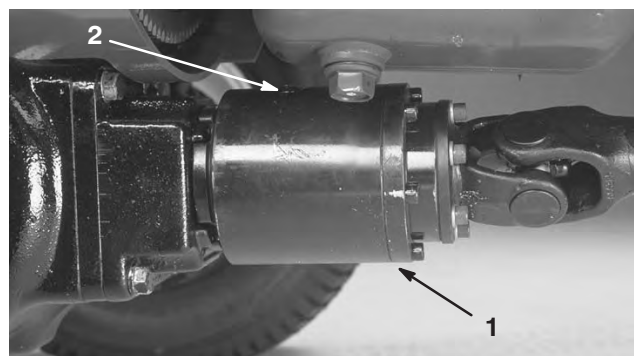

Figure 28
2. Tournez l'embrayage (Fig. 28) de façon à positionner le bouchon de contrôle (représenté en position 12:00 heures) à 4:00 heures.